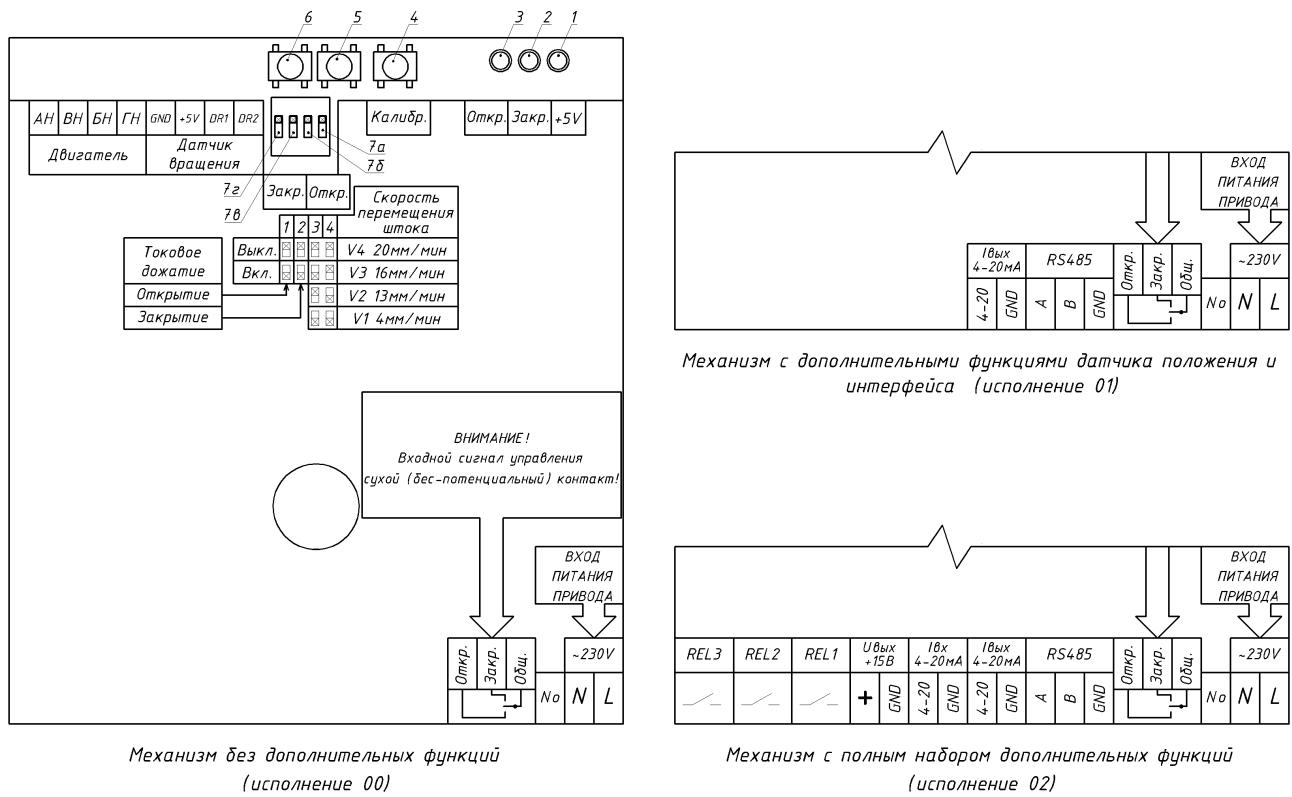

Рисунок 2 Расположение органов управления и индикации, а также клемм подключений на модуле привода механизма.
5.2.2 Интерфейс для внешней связи позволяет производить подключение исполнительного механизма к ПК и другим внешним системам для оперативного вмешательства в его управление с целью перестановки затвора арматуры. Управление механизмом производится с помощью программного обеспечения « Программа управления МЭП», расположенного на <http://www.eton.by>. Данное ПО позволяет производить перенастройку параметров механизма и редактировать моменты включения релейных выходов переключателей по положению (REL1;2 и 3 Рис.2).
5.2.4. Релейные выходы включателей по положению (REL1;2 и 3 Рис.2, или РВВП) позволяют управлять состоянием внешних устройств (включено или выключено) в зависимости от положения затвора арматуры, и производить изменение своего состояния до 2х раз за ход. Диапазон включенного состояния устанавливается с помощью ПО в процентном отношении от условного хода механизма.